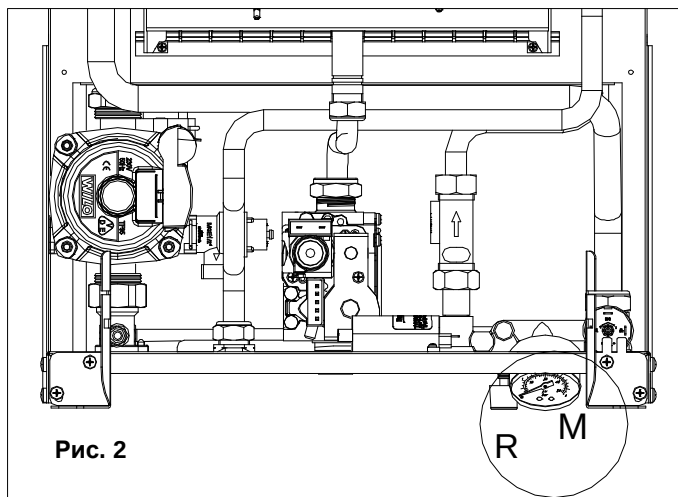
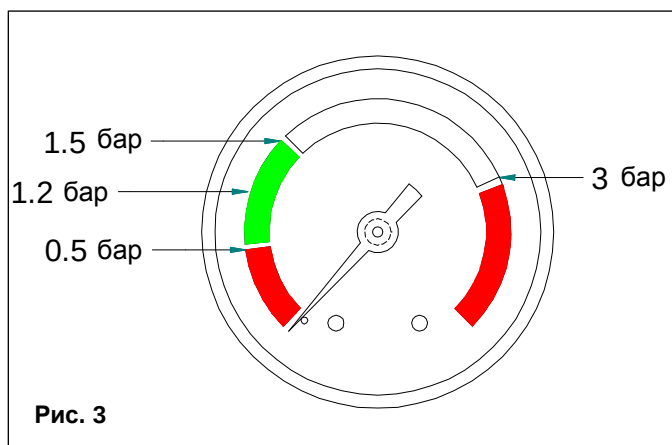

Рис. 2
Рис. 3
- Откройте кран подпитки **R** (рис. 2).
- С помощью манометра **М** (рис. 2) убедитесь в том, что давление в системе достигает половины зеленого сектора (1,2 бар, см. рис. 3), и что на дисплее панели управления не отображается код H2O.
- Ослабьте винт точки замера давления № 2 (рис. 2) и вставьте манометр.